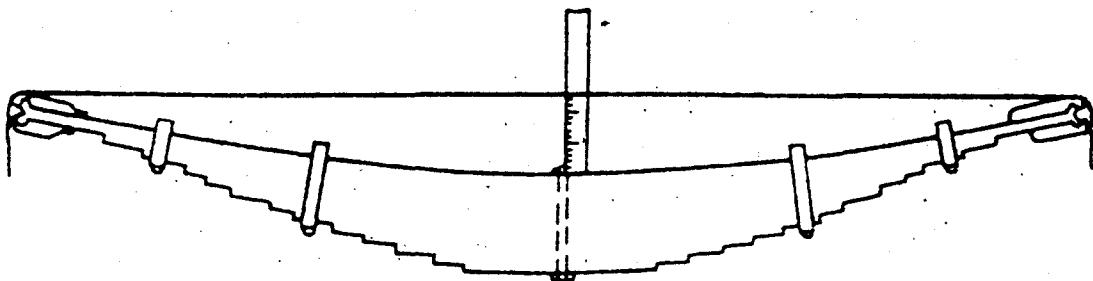

Рис. 48. Проверка стрелы прогиба рессор
2. Осмотреть рессору и, если нет поломок и коррозии ее деталей, проверить стрелу прогиба рессоры в свободном состоянии. Для этого натянуть нить или тонкую проволоку по торцевым закрутлениям чашек верхнего коренного листа вдоль рессоры и замерить расстояние от нити до верхней поверхности коренного листа в районе центрального болта (рис. 48), которое для передней рессоры должно быть  $113 \pm 5$  мм, для задней —  $98 \pm 5$  мм.